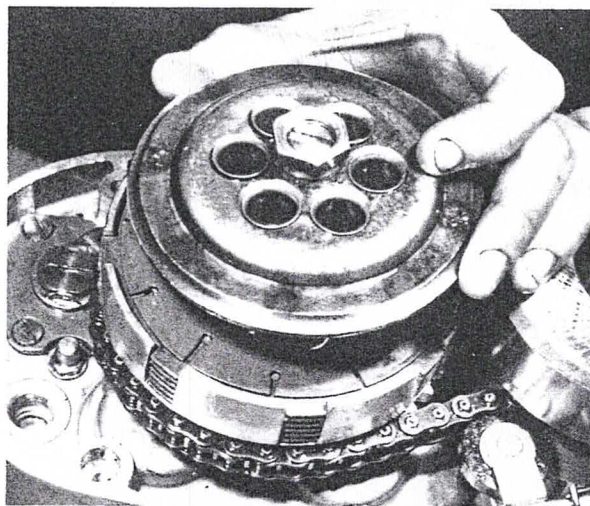

Bild 29
- Die Druckplatte abheben und das Lager von der Rückseite abnehmen (Bild 29). Die zwölf Kupplungslamellen herausnehmen (Bilder 30, 32) und den Druckpilz aus der Getriebehauptwelle herausziehen (Bild 33). Falls die Druckkugel nicht von selbst herauskommt, kann sie mit der Druckstange von der linken Seite her aus der Getriebehauptwelle herausgestossen werden. Darauf achten, dass die Kugel nicht verloren geht.